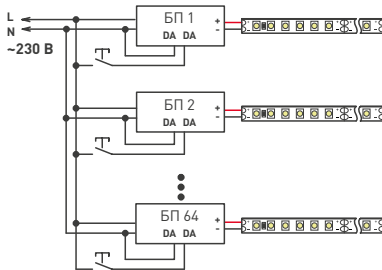

Рис. 3. Структурная схема подключения оборудования при использовании кнопок Touch DIM
- 3.10. Для использования функции Touch DIM необходимо подавать напряжение сети ~230 В на клеммы DA1 и DA2 через кнопку с нормально разомкнутыми контактами, включенную в разрыв фазного провода сети (Рис. 3).